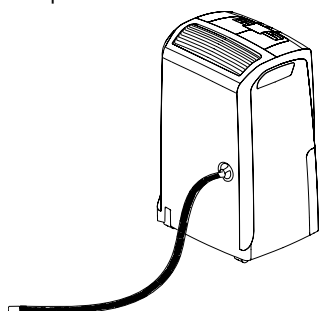

Fig. 4
- 2) Inserte el tapón para desagüe **1** en la mayoría de desagüe de agua de condensación **8** (fig. 3) y en ros que después el tapón de la boquilla. (fig. 4).